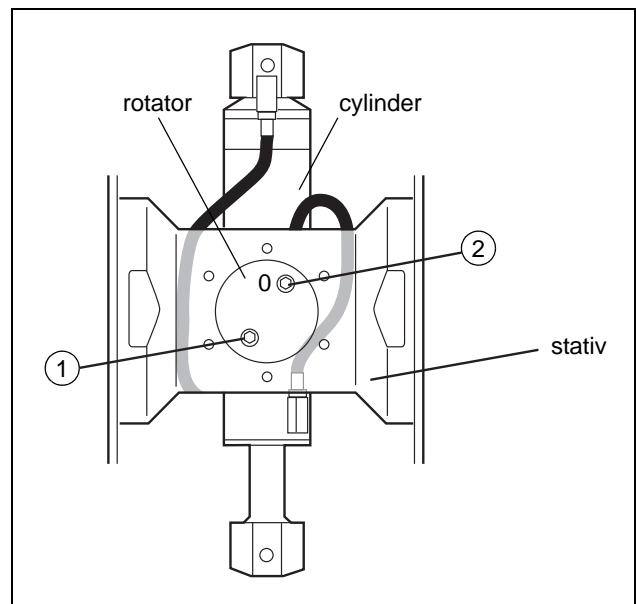

Fig. 11 Anslutning av hydraulslangar
4. Anslut hydraulslangarna. *Se Fig. 11.*